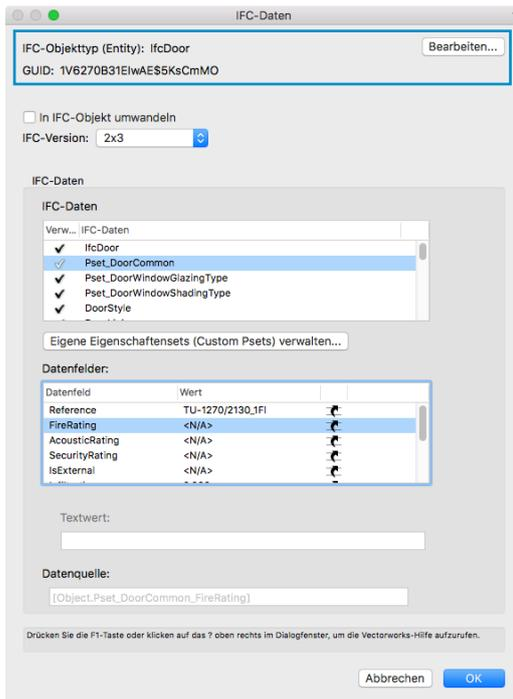

BILD 3A
1. Den IFC-Objekttyp (IFC-Tag) und die GUID (Global Unique Identifier) eines Objekts (BILD 3A).